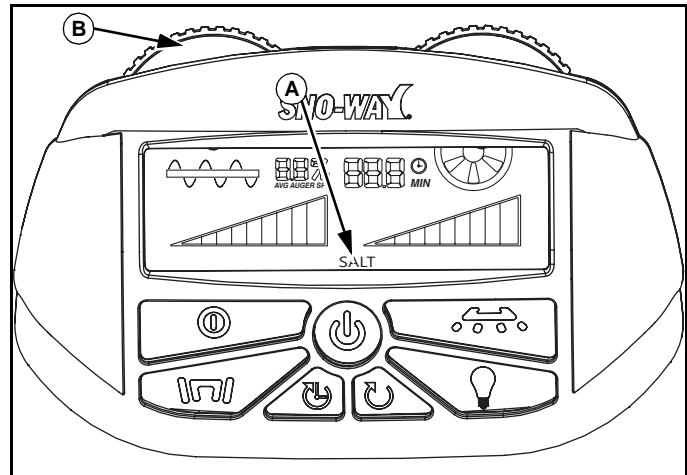

Abb. 1-22
Die Salz-Code-Anzeige (A) funktioniert in Verbindung mit einem blinkenden blauen Licht auf dem linken Schnecken-drehknopf  (B). In diesem Fall zeigt die Steuerung an, dass der Streuer kein Streugut zur Schnecke befördert oder wenig oder kein Streugut mehr im Trichter vorhanden ist. Auf jeden Fall bedeutet das, dass kein Streugut den Rotor zum Streuen erreicht. (Siehe Abb. 1-22.)